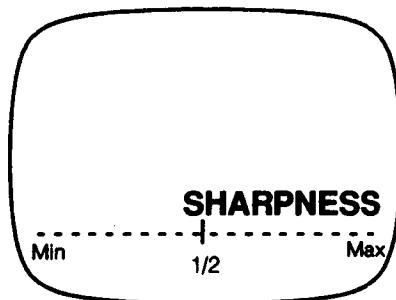

图 1.3.4
①接收一个 PAL 彩条图形。
②按功能钮，直到锐度字符出现在屏幕上。
③按音量“升”和“降”钮，把用户使用的锐度值调到居中位置，或按正常钮。
④拨动维修开关 (S1101) 进入维修模式。然后，按下重呼钮，检查一下屏幕上出现 CHK。
⑤按功能钮，直到锐度显示在屏幕上。
⑥按音量“升”和“降”钮，调整副锐度到图 1.3.4 所示的位置。
⑦按下遥控器上的正常钮，检查一下 CHK 从屏幕上消失。